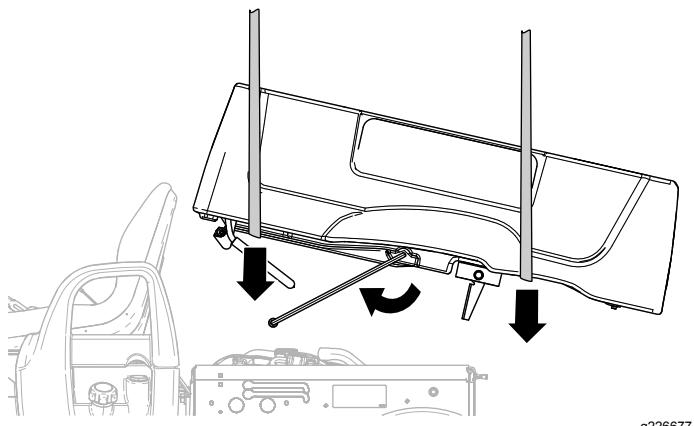
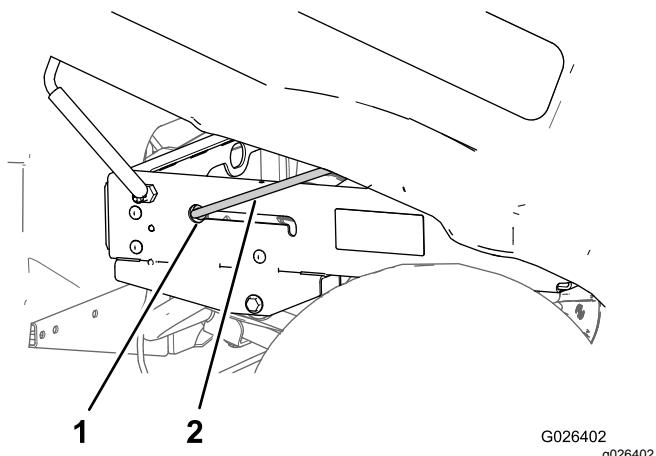

Figura 13
Figura 14
1. Ruotate il pianale di carico in modo che il gruppo staffa con cerniera e l'asta di supporto siano rivolti verso il basso (Figura 13).
2. Con l'attrezzatura di sollevamento agganciata nella parte anteriore e posteriore del pianale di carico, sollevate il pianale e allineatelo sul telaio della macchina con il gruppo della staffa con cerniera rivolto all'indietro (Figura 13).
- Regolate l'altezza e la posizione dell'attrezzatura di sollevamento in modo che la gamba corta dell'asta di supporto sia allineata con la fessura di arresto all'estremità della scanalatura per l'asta di supporto nel profilo del telaio o nella staffa dell'asta di supporto di sinistra (Figura 13).
- Ruotate l'asta di supporto in avanti e inserite la parte corta dell'asta attraverso la fessura di arresto (Figura 13 e Figura 14).
- Spostate il pianale di carico e l'asta di supporto indietro fino a quando il gruppo della staffa con cerniera non è allineato sul profilo del telaio posteriore (Figura 14).
- Ruotate il pianale di carico in modo che il gruppo staffa con cerniera e l'asta di supporto siano rivolti verso il basso (Figura 13).
- Con l'attrezzatura di sollevamento agganciata nella parte anteriore e posteriore del pianale di carico, sollevate il pianale e allineatelo sul telaio della macchina con il gruppo della staffa con cerniera rivolto all'indietro (Figura 13).